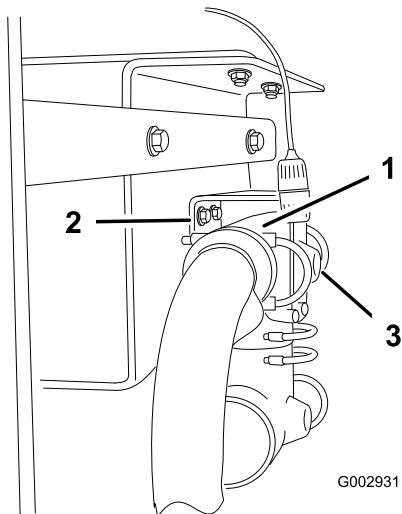

Figure 18
6. Retirez les fixations du raccord en T derrière la vanne d'alimentation de la rampe, de sorte que le raccord pende au bout des flexibles (Figure 18).
7. Percez un trou (1/4 pouce de diamètre) avec précaution, dans l'orifice au dos du raccord en T (Figure 18).